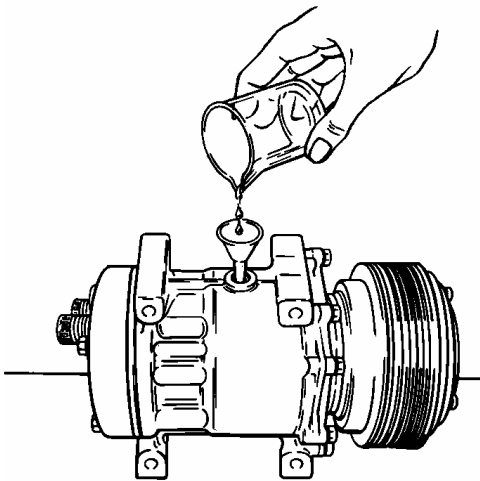

Figura 48 Agregue Aceite Nuevo al Compresor
9. Si el aceite no está contaminado, agregue la cantidad correcta de aceite nuevo al compresor como determina la GUIA DE LLENADO DE ACEITE (Vea GUIA DE LLENADO DE ACEITE, página 177). Refiérase a la Figura 48.